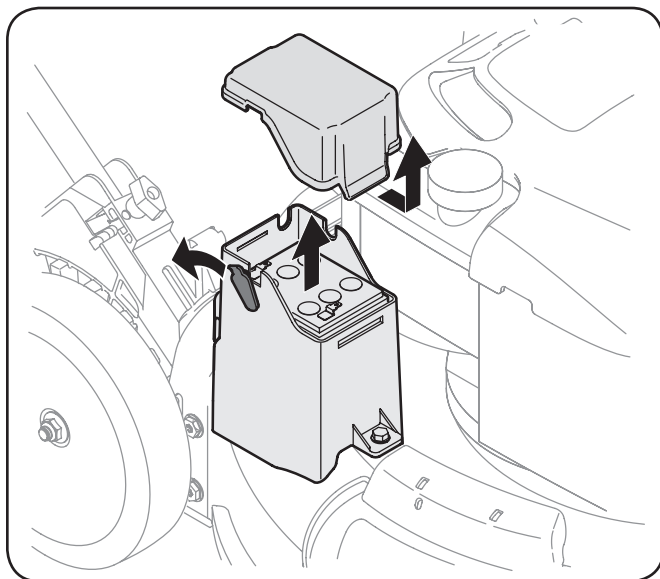

Figure 7-2
2. Débranchez le câble positif et le câble négatif de la batterie et soulevez ensuite la batterie pour la retirer de l'appareil. Voir Figure 7-2.